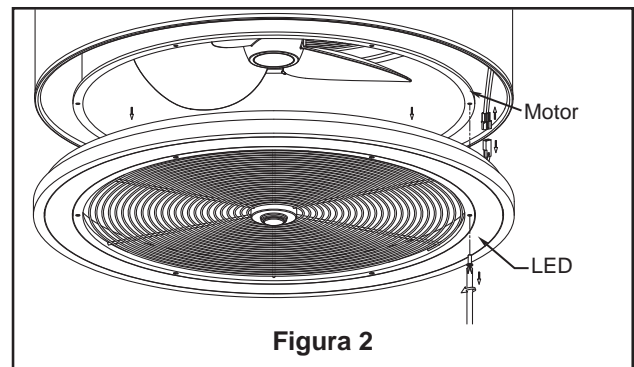

Figura 2
- 1. Extraiga los seis tornillos de la LED y motor y guárdelos. Desconecte el conector de 2 pines de la LED y del motor. (Figura 2)